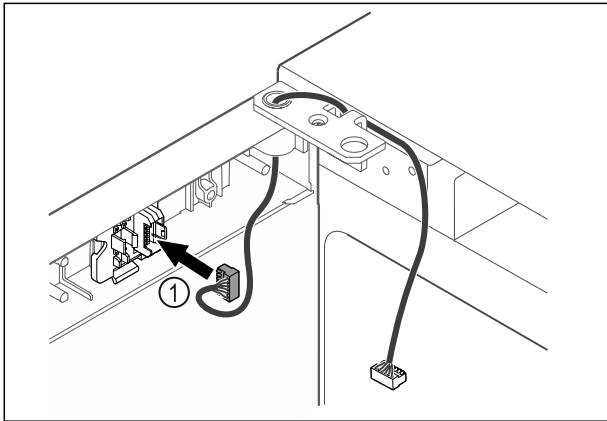

Fig. 42
- ▶ Вставьте штекер Fig. 42 (1) в держатель.